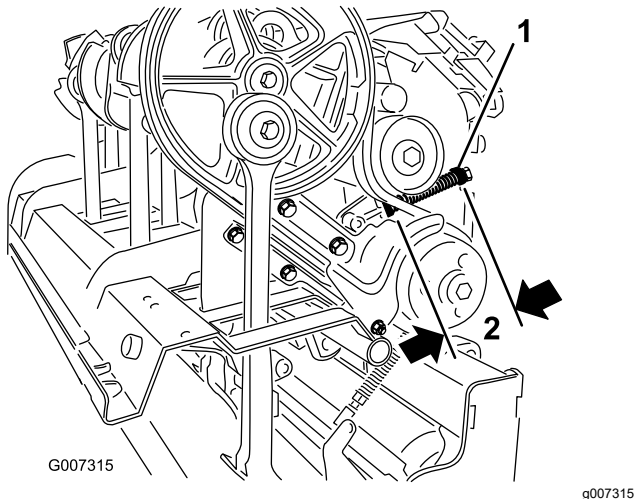

図 35
- C. スプリングリテーナを固定しているロックナットをゆるめる 図 35。
- D. スプリングリテーナを調節して適切なスプリング長さにする 図 35。